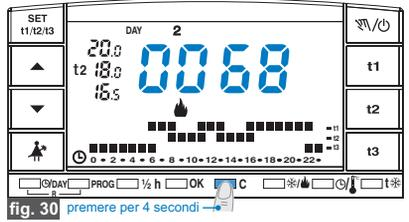

fig. 30
- **Visualizzazione delle ore totali di funzionamento dall'inizio stagione:** mantenere premuto il tasto **C** per più di 4 secondi (fig. 30) ed appariranno le ore totali di funzionamento.